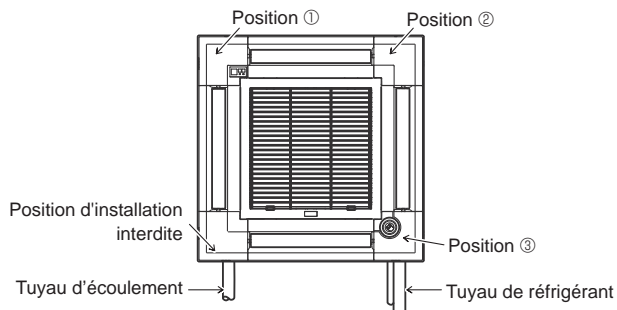

Fig. 9-10
- * Si la position du i-see Sensor est passée de la position par défaut (Position 3) à une autre position, changez les réglages de fonction. (Se reporter à la page 28 et à la Fig. 9-10)
- Le panneau d'angle du i-see Sensor ne peut en aucun cas être installé du côté du tuyau d'écoulement de l'appareil principal. (Se reporter à la Fig. 9-10)